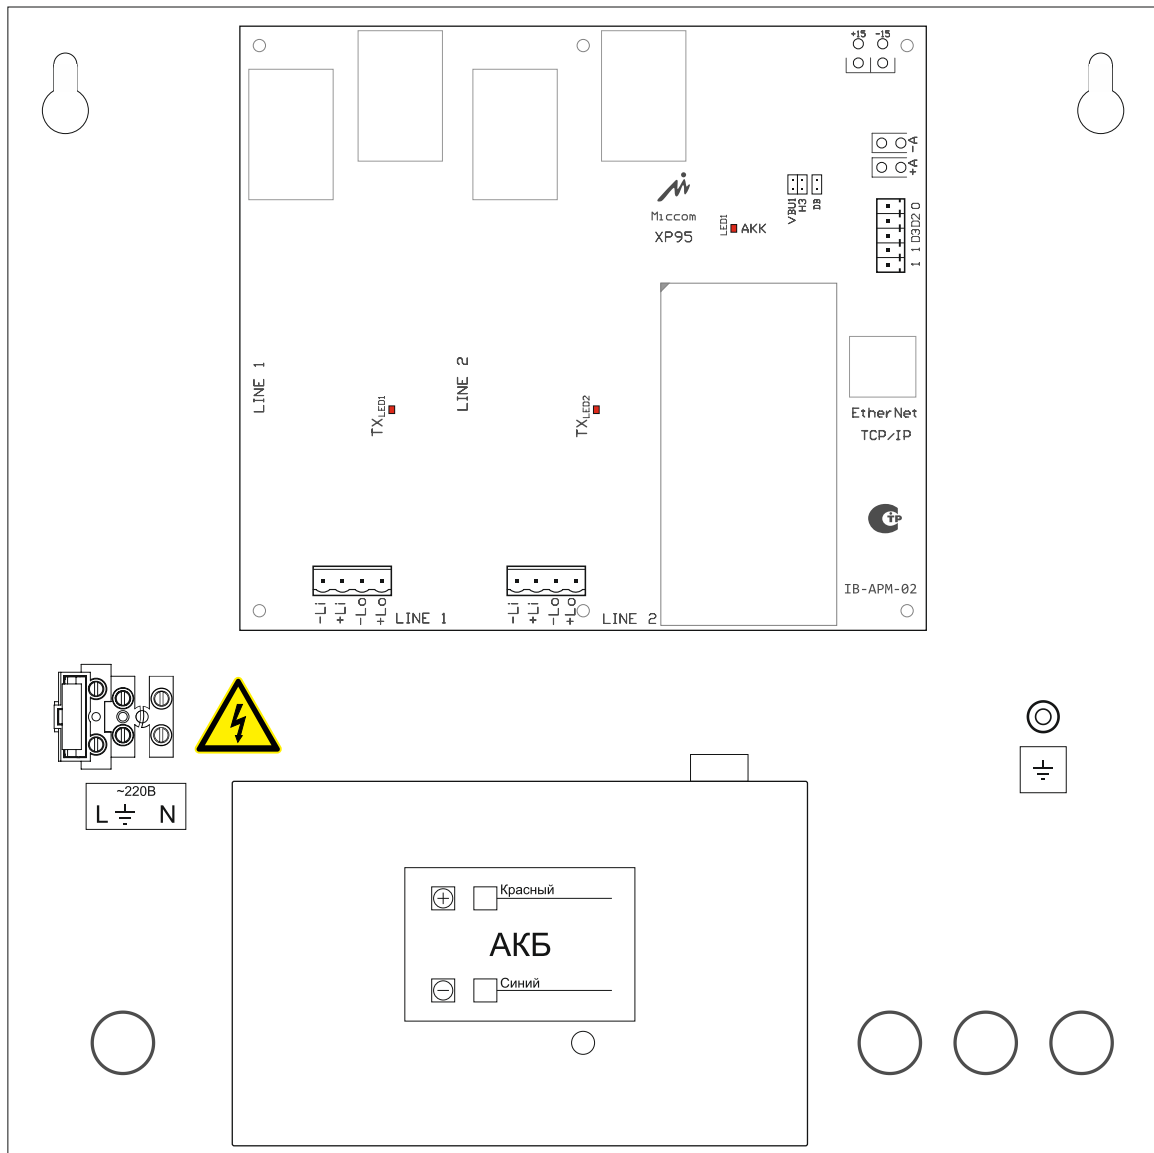

Рис. 3.1.
3.1. Расположение выводов внешних подключений **БПОС101-2-АА-В** представлено на рис.3.1.